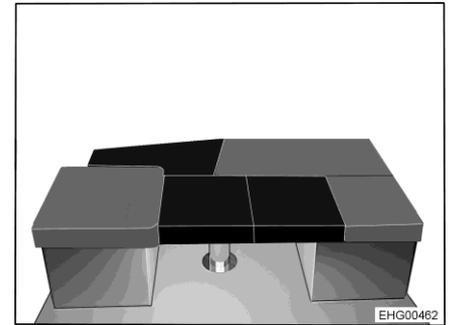

Fig. 163 Après la transformation
- Poser 2 coussins supplémentaires quadratiques sur la table (voir Fig. 163).
- Poser le coussin supplémentaire triangulaire entre le siège latéral et la banquette en L sur l'extension de couchage (voir Fig. 163).